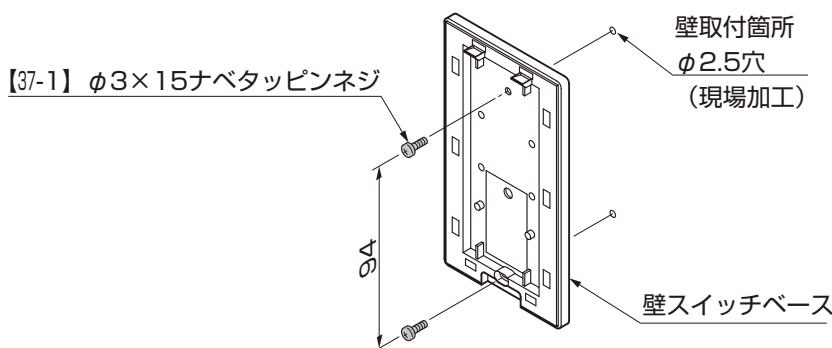

図10-2 壁スイッチベースの取付け
②壁スイッチベースを、目隠材などのシャッター開閉が確認できる所に、[37-1] で取付けてください。(図10-2参照)
●壁取付箇所にφ2.5穴をあけてから取付けてください。(図10-2参照)